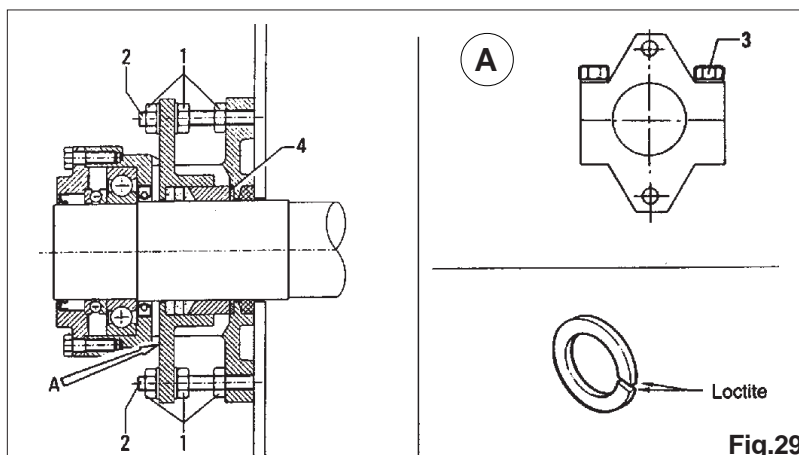

Fig.29
If the seal (4) has to be changed, you will have to cut the new packing at 45° and glue it (once you have installed it) with Loctite as shown in fig. 29.
Falls die Dichtung (4) ersetzt werden muß, eine neue Dichtschnur auf 45° zuschneiden und (nach erfolgtem Einsetzen) mit Loctite festkleben, so wie in Abb. 29 dargestellt.
S'il s'avère nécessaire de remplacer la garniture (4) il faut couper la garniture neuve à 45° et la coller (après montage) avec de la Loctite comme indiqué dans la fig. 29.
Nel caso si rendesse necessario sostituire la guarnizione (4) è necessario tagliare la nuova guarnizione a 45° e incollarla (dopo averla montata) con Loctite come indicato in fig. 29.